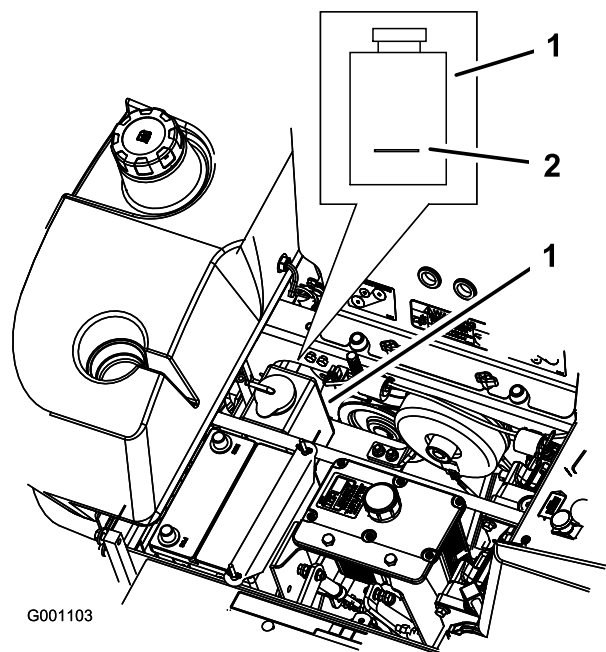

Figura 71
3. Con el motor frío, compruebe el nivel del depósito de expansión. El nivel de líquido debe llegar a la línea en relieve en el exterior del depósito de expansión (Figura 71).
4. Si el nivel de refrigerante es bajo, añada una mezcla al 50% de anticongelante de larga vida/Dex-Cool® y agua al depósito de expansión (Figura 71).
5. Añada la mezcla al 50% de refrigerante al depósito de expansión y llénelo hasta la línea marcada en el depósito (Figura 71).